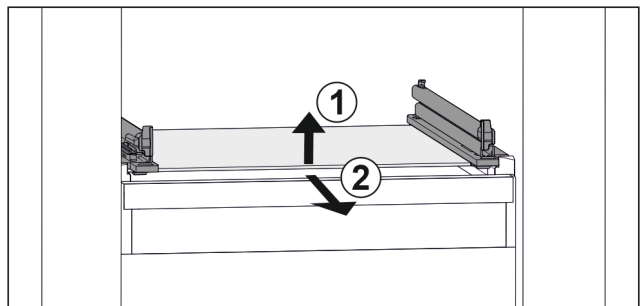

Fig. 121 Beispielhafte Darstellung der Glasplatte
- ▶ Glasplatte vorne anheben. Fig. 121 (1)
- ▶ Glasplatte nach vorne entnehmen. Fig. 121 (2)